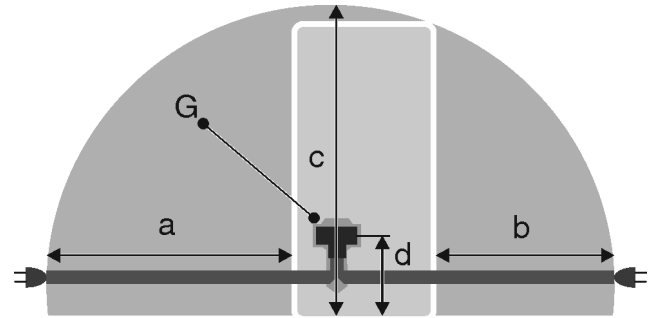

Fig. 55 Combiné réfrigérateur-congélateur / congélateurs / réfrigérateur BioFresh Grand volume\*
- La prise de courant ne se trouve pas derrière l'appareil mais dans les zones a ou b Fig. 55 (a, b, c).
- ▶ Introduire la fiche de l'appareil Fig. 55 (G) au dos de l'appareil. Veiller à bien les encliqueter.